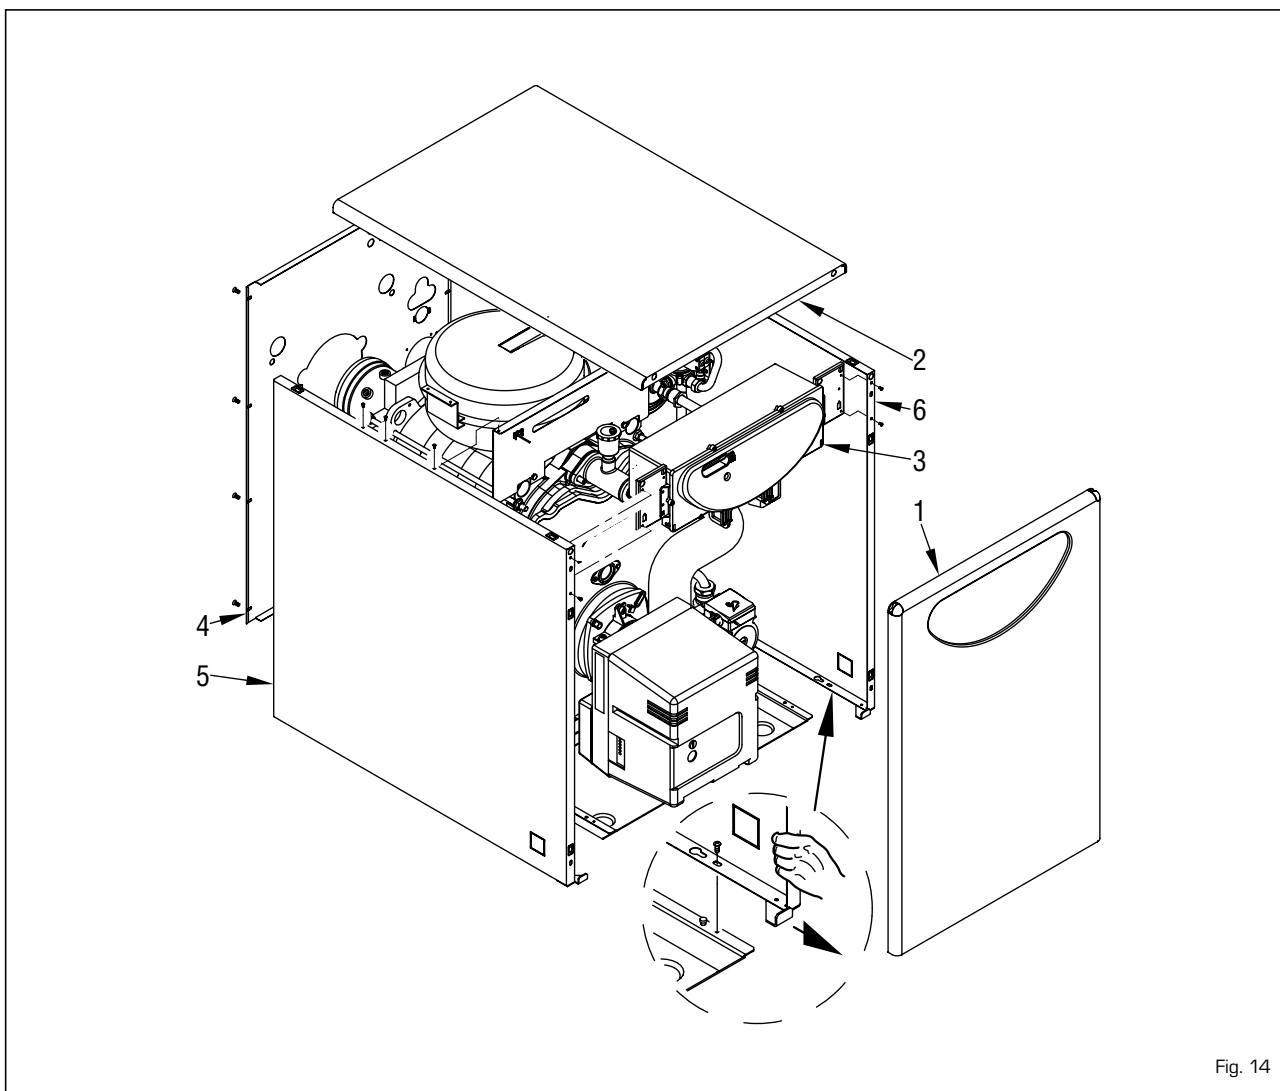

Fig. 14
4.4 DESMONTAGEM DA ENVOLVENTE (fig. 14)